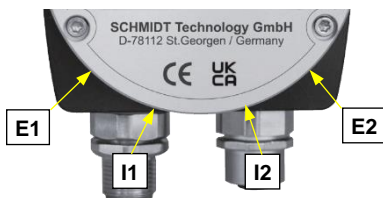

Figure 5-2 Position des DEL pour le clignotement alterné
- „E1“, „E2“ ; „I1“, „I2“ : DELs près des connecteurs („E“ : extérieur; „I“ : intérieur, voir Figure 5-2)